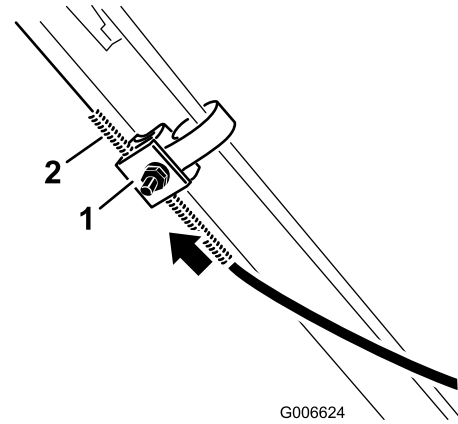

Figura 29
4. Empuje hacia arriba la cubierta del cable una distancia de 5 mm (Figura 29).